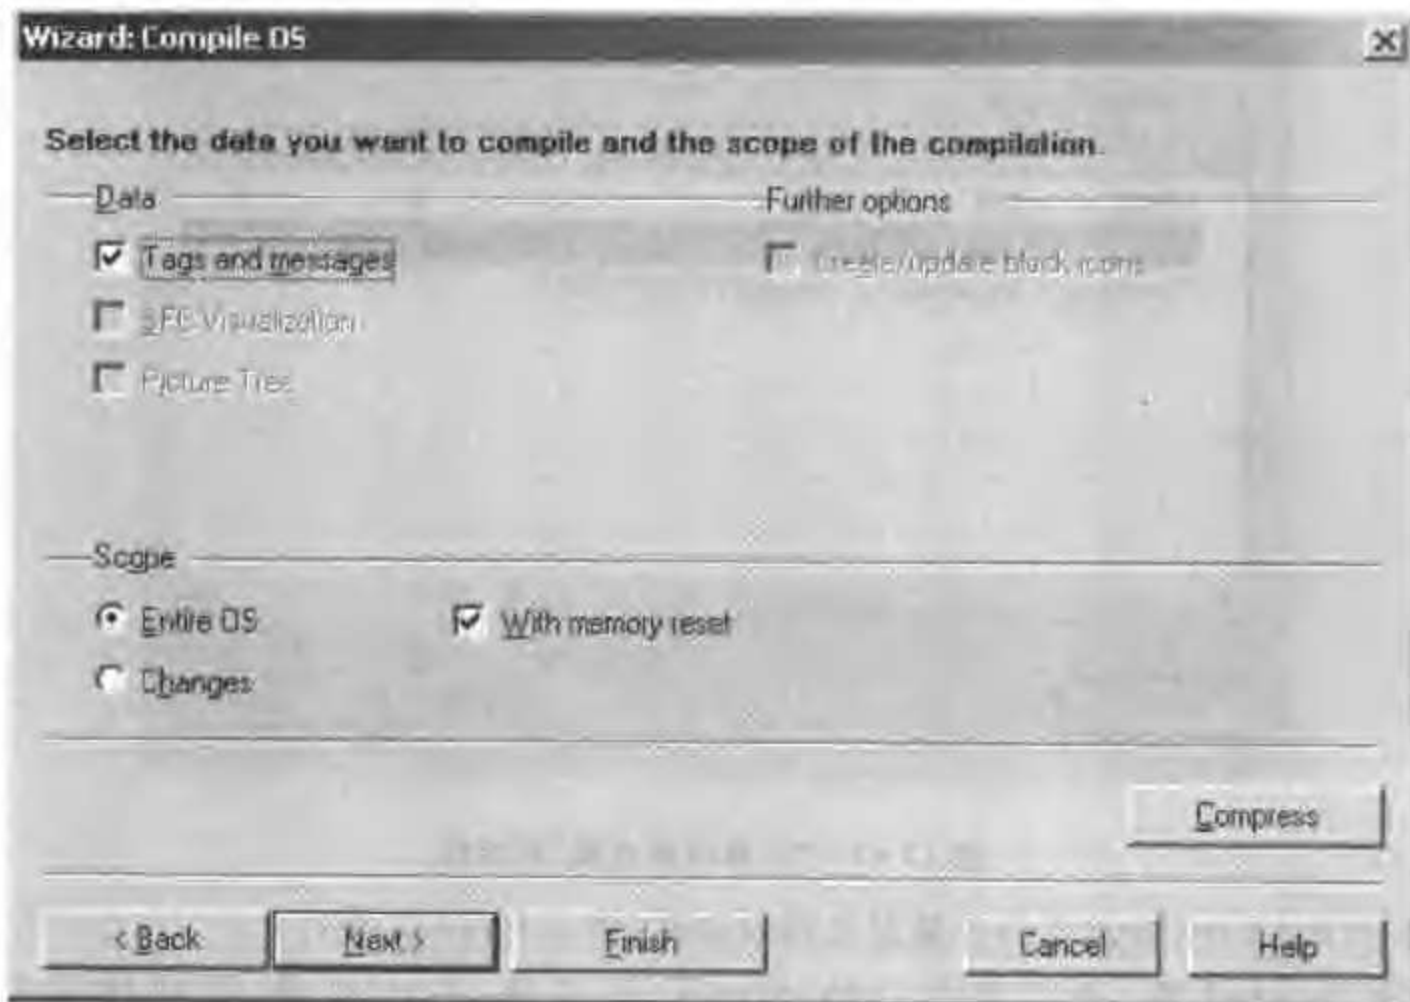

图 13-9 选择编译模式
- 选择“整个 OS”编译模式(如图 13-9 所示)。如果希望删除操作站中的所有 AS 数据,可选择“使用重新设定”,单击“继续”按钮;如果只是对 S7 程序进行较小的修改,则应对修改进行编译。编译模式选择“修改”。